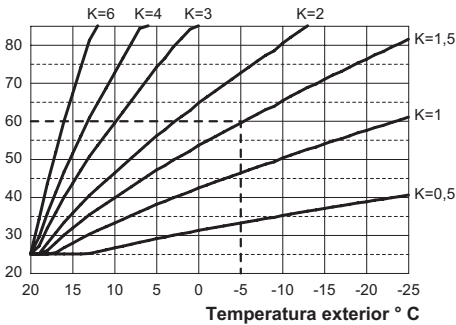

Figura 5.27
Si la caldera **TIENE CONECTADO** el control remoto (opcional), consulte la Figura 5.27.
Cuando se instala la sonda externa, es necesario ajustar este parámetro en función del rendimiento de la instalación de calefacción para optimizar la temperatura de impulsión (Figura 5.27).
Ej.: para obtener una temperatura de impulsión a la instalación de calefacción de 60 °C con una temperatura exterior de -5 °C, se debe definir un K de 1,5 (línea discontinua en la Figura 5.27).
- Utilizando los botones 10 o 11 se puede modificar el valor del parámetro 15 desde un mínimo de **01** hasta un máximo de **60** en función de la curva elegida para el coeficiente K en la Figura 5.27 (el valor que aparece en el display equivale a valores decimales de coeficientes K).